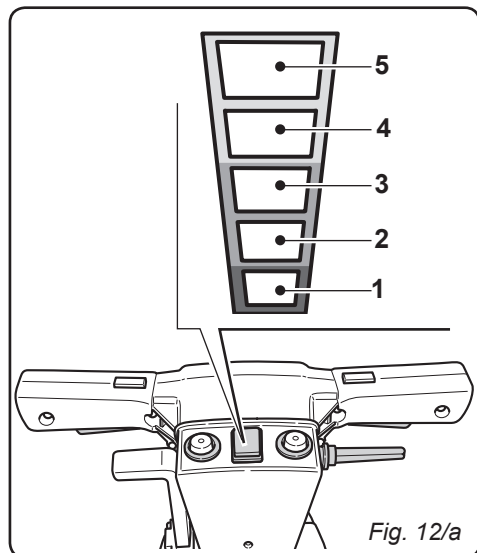

Fig. 12/a
9.1.f - Temporizador (Fig. 12/a)